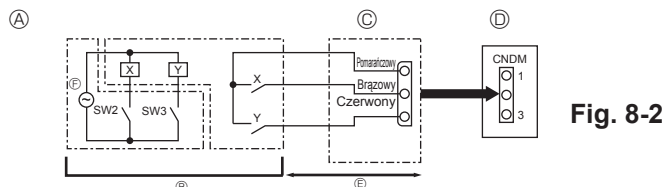

Fig. 8-2
8.2. Funkcja zapotrzebowania (modyfikacja wykonywana w miejscu przeznaczenia) (Fig. 8-2)